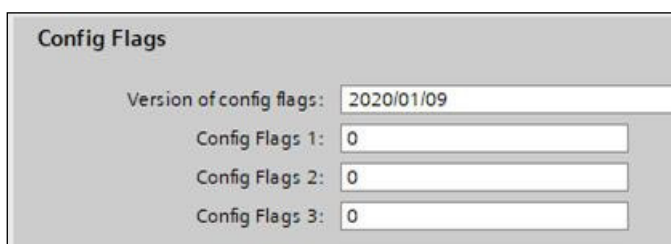

Abb. 84: Config Flags – Linear-Profil
- **Ignorieren von im Projekt konfigurierten Offsets:** Über den Eintrag „Config Flags 1“ können Sie einstellen, ob der Sensor beim Verbindungsaufbau die von der Steuerung übermittelten Offsets übernehmen oder ignorieren soll. Dies können Sie in den Modulparametern des Sensors im Abschnitt „Config Flags“ anpassen (Abb. 84). Sie können für das Bit 1 des Eintrags „Config Flags 1“ folgende Werte einstellen: